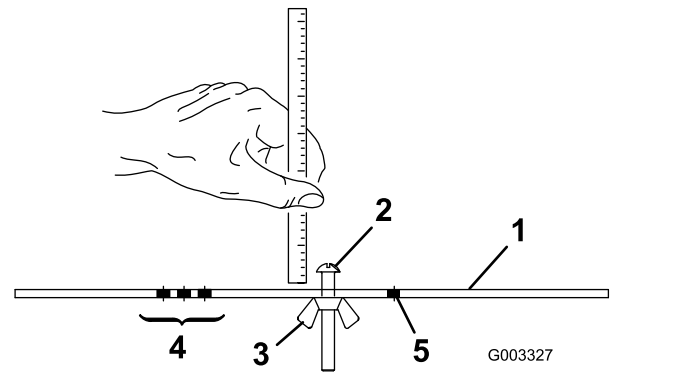

图19
2. 松开调刀尺上的螺母 图19并将调节螺丝设定为所需的剪草高度。螺丝头底部与调刀尺表面之间的距离就是剪草高度。